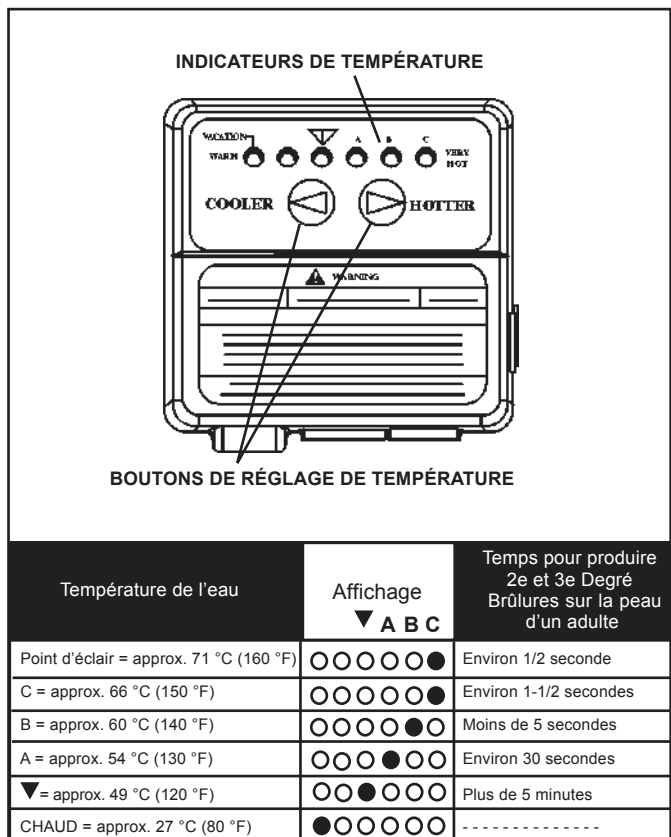

FIGURE 22.
L'EAU CHAUDE PEUT BRÛLER : Les chauffe-eau sont destinés à produire de l'eau chaude. L'eau chauffée à une température qui conviendra au chauffage des locaux, au lavage des vêtements, au lavage de la vaisselle et à tout autre besoin de nettoyage peut brûler et provoquer des blessures irréversibles sur simple contact. Certaines personnes ont plus tendance à être blessées de manière irréversible par l'eau chaude que d'autres. Parmi elles, les personnes âgées, les enfants, les infirmes ou les personnes handicapées physiques/mentales. Si une personne quelconque utilisant l'eau chaude de ce chauffe-eau fait partie de l'un de ces groupes ou s'il existe un code local ou une loi d'État exigeant une certaine température d'eau au point d'utilisation, alors il faut prendre des précautions particulières. Outre le fait d'utiliser le réglage de température le plus bas répondant à vos besoins en eau chaude, un dispositif tel qu'un mélangeur devrait être installé au niveau des robinets d'eau chaude utilisés par ces personnes ou au niveau du chauffe-eau. Les mélangeurs sont disponibles dans des quincailleries ou magasins de fournitures de plomberie, voir la Figure 2. Suivre les instructions du fabricant pour l'installation des robinets. Avant de changer le réglage d'usine sur le thermostat, voir la Figure 22 dans ce manuel.
1. Faire « Réveiller » les indicateurs de température en appuyant sur et en maintenant enfoncés les deux boutons de réglage de température « COOLER » et « HOTTER » simultanément pendant une seconde, voir Figure 22. Un ou deux des indicateurs de température s'allumeront. Ces indicateurs resteront allumés pendant 30 secondes seulement si on n'appuie sur aucun autre bouton. Après 30 secondes, la commande reviendra en mode « Veille ».